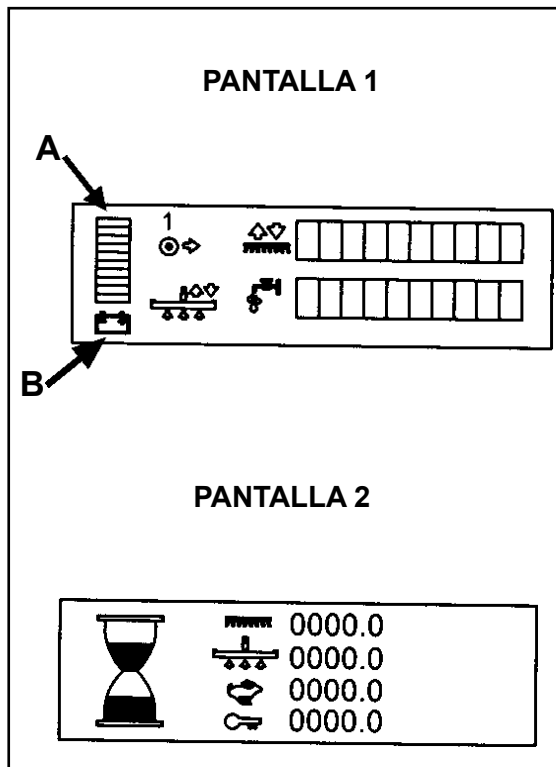

Figura 21
**Lectura del medidor de carga de la batería (consulte la figura 21, A)**
La pantalla de cristal líquido tiene tres pantallas. Es posible acceder a dos de ellas en cualquier momento en que la tecla esté encendida. La primera pantalla indica el estado de la máquina y la segunda muestra los cuatro cuentavueltas calibrado en horas de trabajo (figura 21).